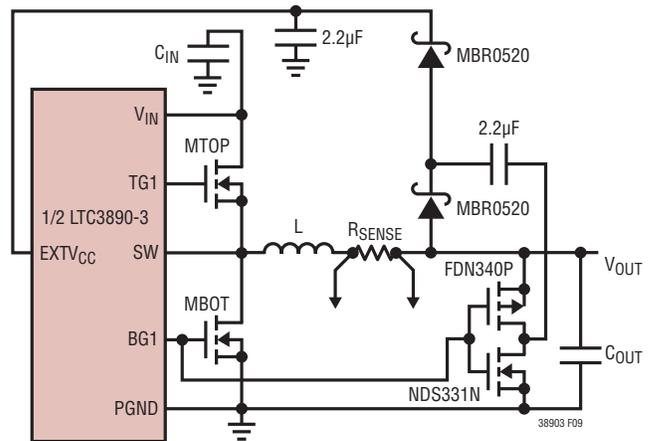

図 9. EXTV_{CC} の容量性チャージポンプ
4. 出力を電源とする昇圧回路網に EXTV_{CC} を接続します。3.3V レギュレータなどの低電圧レギュレータでは、4.7V 以上に昇圧した出力から得られる電圧に EXTV_{CC} を接続すれば効率が改善されます。これは、図 9 に示されているような容量性チャージポンプを使って行うことができます。必ず $EXTV_{CC} < V_{IN}$ となるようにします。